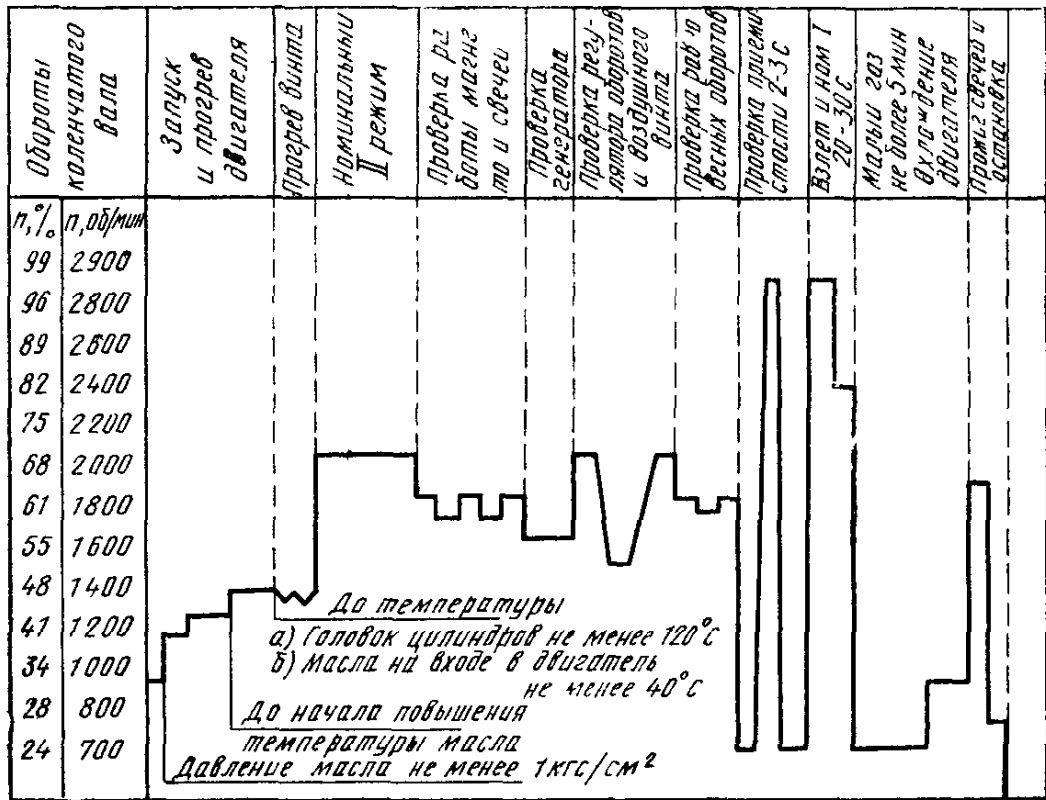

Рис. 1 График опробования двигателя
34.4. Опробование двигателя (Рис. 1).